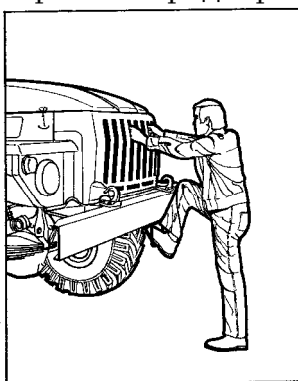

Рис. 2. Прием использования подножки и ребер облицовки радиатора при подъеме на бумпер и спуска с него
6. Чтобы подняться на бумпер автомобиля или спуститься с него, следует использовать подножку, центральное и крайнее левое (по ходу автомобиля) ребра облицовки радиатора, имеющие на внутренней стороне вкладыши (рис. 2).